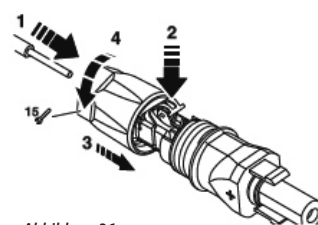

Abbildung 36
3 Steckverbinder trennen (Abbildung 36)
- 1 Führen Sie den Schraubendreher ein, wie in Abbildung 36 gezeigt.